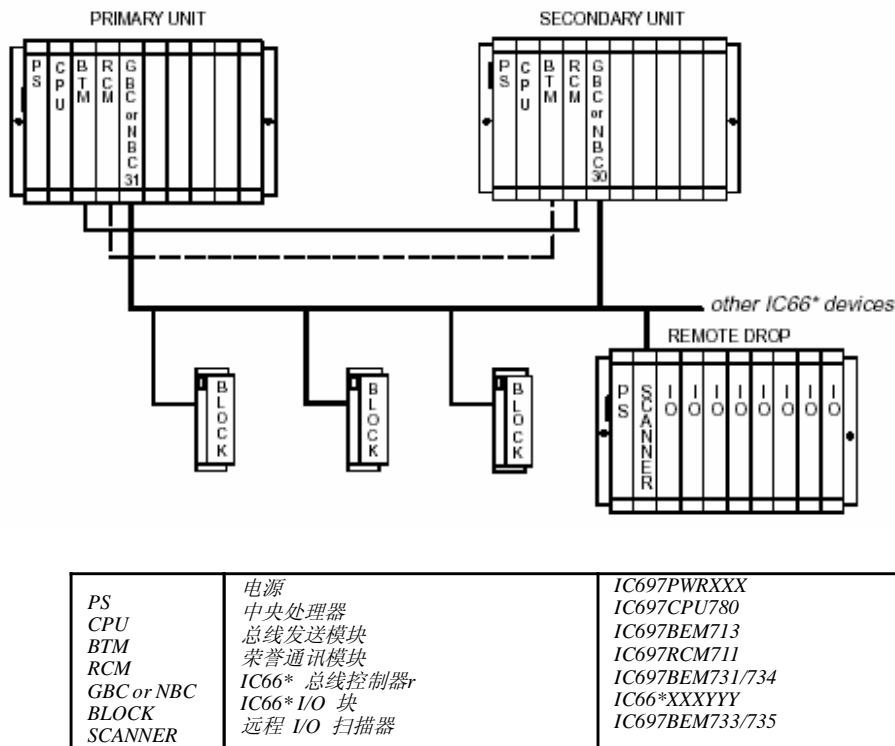

图 1. 热备CPU冗余系统配置
CPU 780作为热备CPU冗余系统的CPU使用。此系统中需要两个CPU，一个在第一位PLC另一个在第二级PLC。每个CPU必须独立配置，一个配置成第一位单元另一个配置成第二级单元。CPU780模块在典型热备CPU冗余系统中的位置如图1所示。
- 安装在机架 0的1槽。(见图1)
并行对接中程序设计器连接到总线发送器模块（IC698BEM713）顶端通道上（如图1所示）。编程功能的描述参见参考文献2。